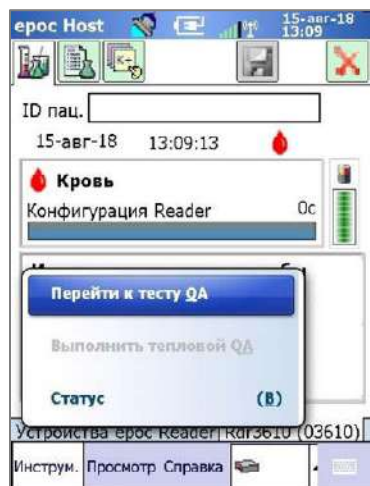

Рис. 13.
1. Запустите тест QA, выбрав пункт **Выполнить тест QA**, или перейдите к тесту QA во время выполнения анализа крови (рис. 13).